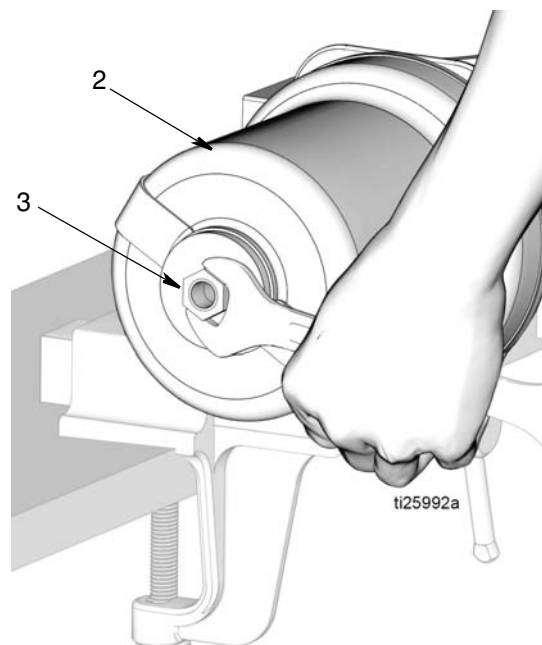

FIG. 15
12. Retirer le contre-écrou (3) du piston du haut du vérin pneumatique (2) (FIG. 15).